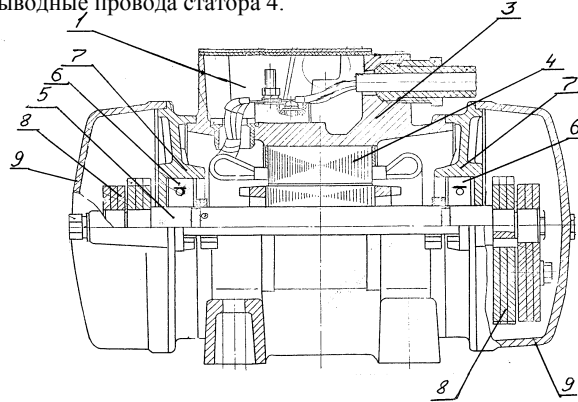

Рис. 2 Устройство вибраторов
4.2. Вибратор (рис. 2) представляет собой электродвигатель с установленными на концах вала ротора дебалансами. Дебалансы, вращаясь с валом ротора, создают центробежную (вынуждающую) силу.